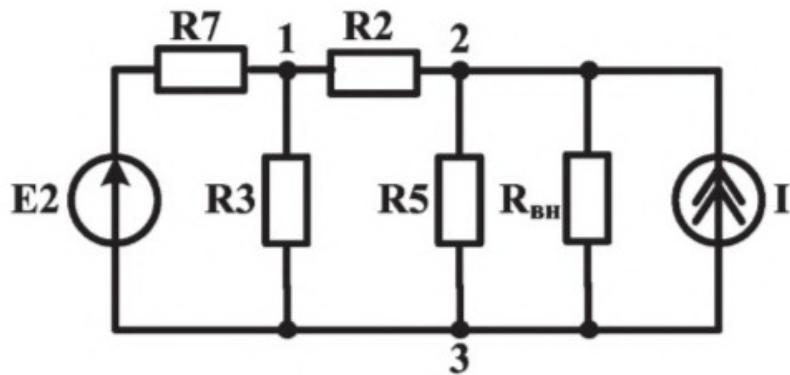

Рис. 15
10. Собрать цепь по схеме рис. 15, установив $E_2 = 10 \text{ В}$. Измерить напряжения U_{12} , U_{13} , U_{23} . Результаты измерений записать в отчет.
3. Рассчитать токи в ветвях схемы рис. 15, используя результаты измерений п.9 экспериментальной части. Результаты записать в табл. 6.
4. Используя метод узловых потенциалов (МУП) и метод контурных токов (МКТ) для цепи рис. 15, рассчитать токи в ветвях, предварительно записав необходимые уравнения. Записать их значения в табл. 6. Сравнить результаты расчетов с результатами, получен-
2. Расчет токов в схеме рис. 15 методом узловых потенциалов